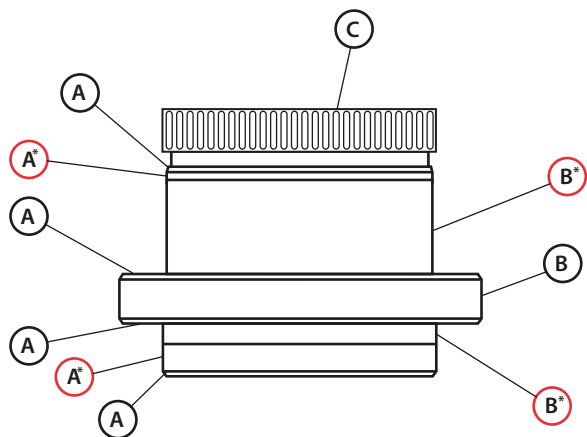
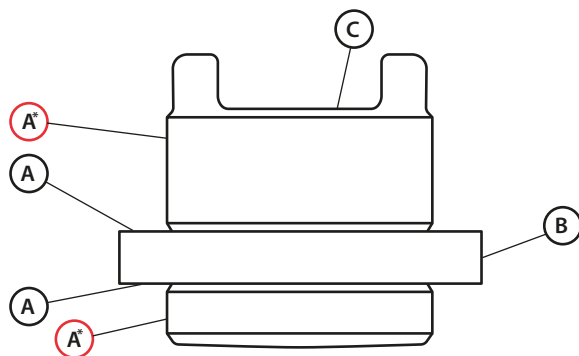

Рисунок 8 – Шлицевая ведущая втулка, важные поверхности
Рисунок 9 – Ведущая втулка с кулачками от НОВЗ, важные поверхности
Втулка (14) извлекается из редуктора снятием центрирующего кольца (15) из основания (16). Может потребоваться приложить небольшое усилие к поверхности, обозначенной "С" на Рис. 8 для извлечения втулки.
Для всех редукторов, кроме НОВЗ, см. Рис. 8.
Для редуктора НОВЗ указан в Рис. 9.
⚠ ВАЖНО: Перед установкой обработанной ведущей втулки проверить отсутствие повреждений поверхностей, обозначенных 'А' в Рис. 8 и Рис. 9. Поврежденные поверхности могут повредить уплотнения редуктора и привести к попаданию воды или утечки смазки.
⚠ ВАЖНО: Перед установкой обработанной ведущей втулки проверить отсутствие повреждений поверхностей, обозначенных 'A' в Рис. 8 и Рис. 9. Поврежденные поверхности могут повредить уплотнения редуктора и привести к попаданию воды или утечки смазки.